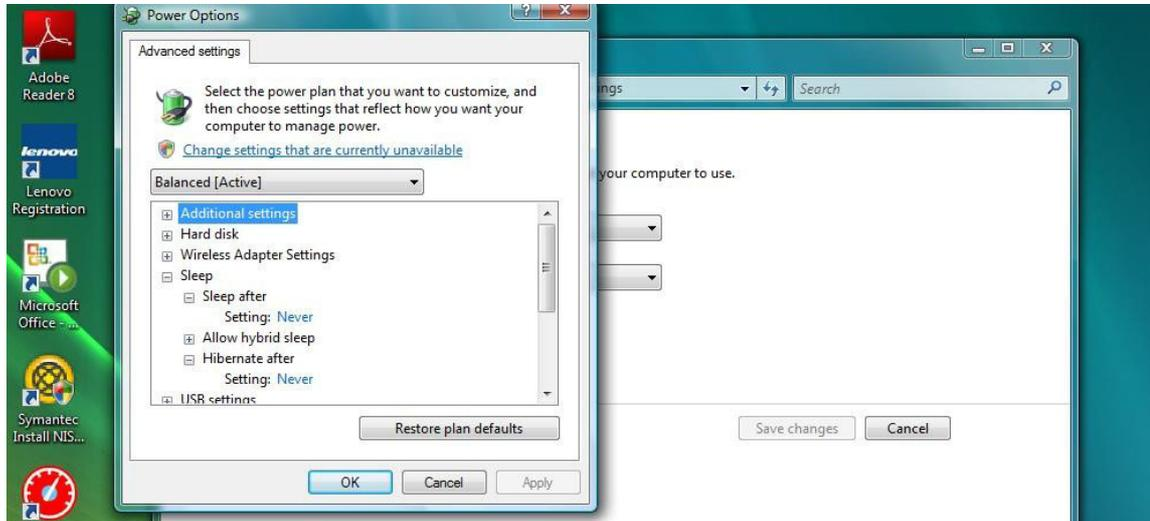

FIG. 36
5. Trovare “Sospensione” nell’elenco a scorrimento (FIG. 36). Modificare l’impostazione “Sospendi dopo” in MAI e l’impostazione “Iberna dopo” in MAI.
6. Fare clic sul pulsante Applica per salvare queste modifiche. Quindi fare clic sul pulsante OK (FIG. 36).